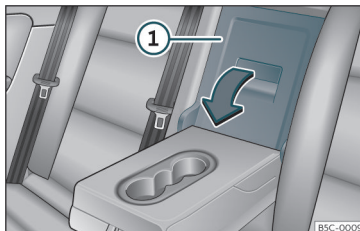

Fig. 129 En el respaldo del asiento trasero: apertura de la trampilla.
- Tire de la palanca de desbloqueo en el sentido de la flecha y abata completamente la tapa de la trampilla >>> **fig. 129** ① hacia delante.